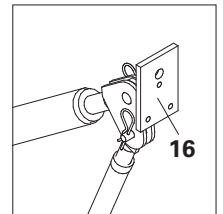

Fig. B1.03
3. Inserir e martelar firmemente a cunha k (13).
- (Fig. B1.03)